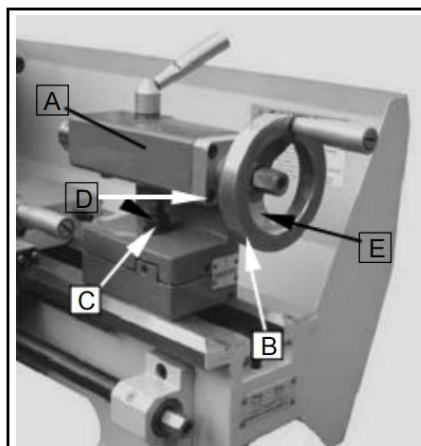

Fig. 24
Pour décaler la contre-pointe, desserrez la vis de blocage (A, Fig. 24) Dévissez la vis de réglage (B, Fig. 24) à l'extrémité droite de la contre-pointe. Desserrer la vis de réglage avant (C, Fig.24) et prenez la même quantité en serrant l'arrière vis de réglage (D, Fig.24) jusqu'à ce que le cône souhaité soit atteint a été atteint. Le réglage transversal souhaité peut être lire l'échelle. (E, Fig.24). Resserrer d'abord l'ensemble vis (B, Fig.24) puis les deux (avant et arrière) vis de réglage pour bloquer la contre-pointe en position.
Resserrez le Vis de blocage (A, Fig.24) de la contre-pointe . La pièce doit être maintenue entre à centres et conduit par un visage assiette et conducteur chien .
- pointe doit être retournée à sa position d'origine selon le zéro position sur l'échelle de la contre-pointe. (E, (Fig. 24)